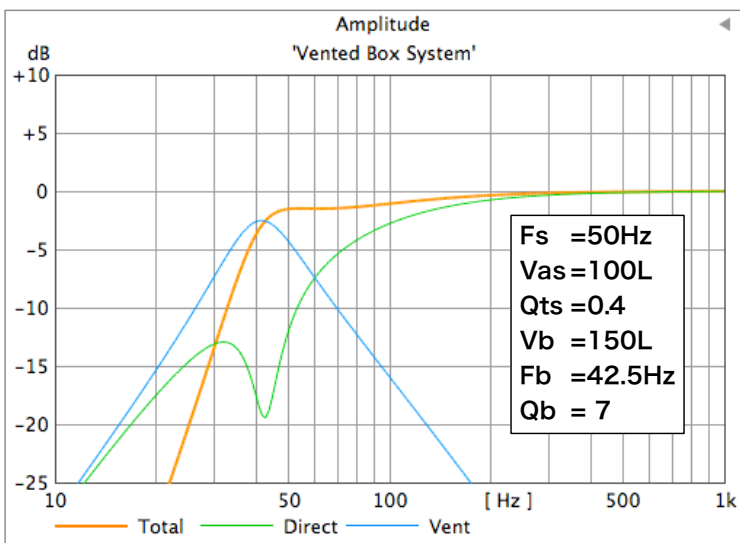

Fig5 Vented Box 特性例 Extend
- Extend : 低域を伸張する設定、 $V_b$  を大きく  $F_b$  を低く設定 (Fig5)